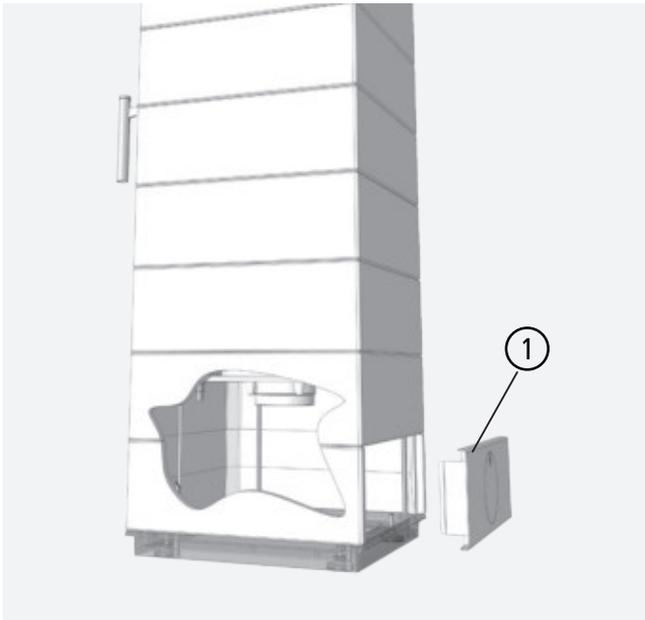

Abb. 7.2 Geräteschild / CE-Kennzeichnung auf der hinteren Blende
Das Geräteschild / die CE-Kennzeichnung ① des CORNA befindet sich auf der Innenseite der unteren Blende auf der Geräterückseite (siehe Abb. 7.2 auf Seite 52).